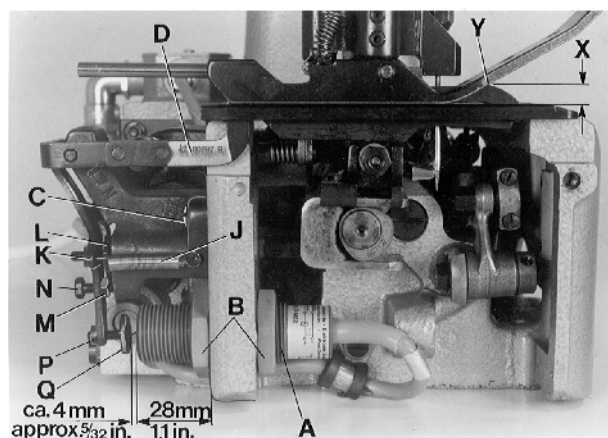
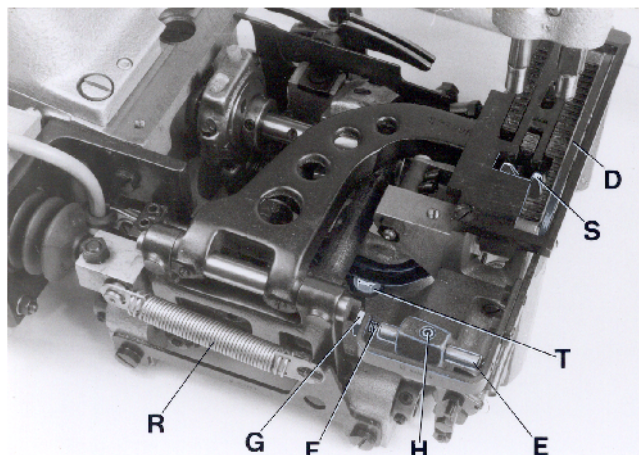

Fig. 14
Fig. 15
Remove cloth plate and left end cover. Mount the electronic proximity switch (A, Fig. 14) to the dimension of 28 mm (1.1"), as shown in Fig. 14.
The feeler (D, Figs. 14 and 15) is adjusted initially with the two fastening screws (C, Fig. 14) for the feeler support bracket.
The feeler (D, Figs. 14 and 15) should not have any lateral play but should turn readily. For this, adjust the centering shaft (E, Fig. 15) with centering screw (F) and lock nut (G) accordingly.
Loosen screw (H, Fig. 15) and center the feeler (D) in the throat plate and presser foot slot, by moving the centering shaft (E) laterally. The feeler must turn readily. Retighten screw (H).
Hang in tension spring (J, Fig. 14).
The feeler should be set as high as possible. The dimension (X, Fig. 14) between upper throat plate surface and upper edge of feeler at the bag entrance zone, should not be less than 7 mm (.275") on styles 80800R, RL, S and SL, and not less than 7.5 mm (.295") on styles 80800TL, TAL, U, UA, UL and UAL.
For adjustment loosen nut (K, Fig. 14) and turn-off screw (L), so that the head of screw does not contact the magnet in the feeler support bracket. Loosen nut (M) and turn the feeler stop screw (N) in or out, as required, to adjust the correct feeler height.
NOTE: When the presser foot rests on the throat plate (feed dog below throat plate), the distance between upper edge of feeler and lower edge of the feeler slot cut-out in the presser foot (see Y, Fig. 14) should be approx. 1 mm (.040") on styles 80800R, RL, S and SL, and approx. 2 mm (.080") on styles 80800TL, TAL, U, UA, UL and UAL.
Secure the set feeler height with lock nut (M, Fig. 14).
Entfernen Sie die Stoffplatte und das linke Abschlußblech. Montieren Sie den elektronischen Annäherungsschalter (A, Fig. 14), wie in Fig. 14 gezeigt, auf das Maß 28 mm.
Mit den beiden Befestigungsschrauben (C, Fig. 14) für den Taster-Lagerbock wird der Taster (D, Fig. 15 und 15) vorläufig ausgerichtet.
Der Taster (D, Fig. 15 und 15) darf kein seitliches Spiel haben, muß sich aber ganz leicht drehen. Stellen Sie dazu die Zentrierachse (E, Fig. 15) mit dem Zentrierstift (F) und die Kontermutter (G) entsprechend ein.
Lösen Sie die Schraube (H, Fig. 15) und vermitteln Sie den Taster (D) durch seitliches Verschieben der Zentrierachse (E) im Stichplatten- und Drückerfußschlitz. Der Taster muß sich frei bewegen können. Ziehen Sie die Schraube (H) wieder an.
Hängen Sie die Zugfeder (J, Fig. 14) ein.
Der Taster soll so hoch wie möglich eingestellt sein. Das Maß (X, Fig. 14) zwischen Stichplattenoberfläche und Tasteroberkante in der Sackeinlaufzone darf bei den Maschinen 80800R, RL, S und SL nicht kleiner als 7 mm und bei den Maschinen 80800TL, TAL, U, UA, UL und UAL nicht kleiner als 7,5 mm sein.
Zur Einstellung lösen Sie die Mutter (K, Fig. 14) und drehen die Schraube (L) soweit zurück, daß der Schraubenkopf den Magneten im Taster-Lagerbock nicht berühren kann. Lösen Sie die Mutter (M) und drehen Sie die Taster-Anschlagschraube (N) entsprechend ein oder aus bis die richtige Tasterhöhe erreicht ist.
BEACHTEN SIE: Wenn der Drückerfuß auf der Stichplatte aufliegt (Transporteur unter der Stichplatte), soll zwischen Oberkante Taster und Unterkante Tasteraussparung im Drückerfuß (siehe Y, Fig. 14) bei den Maschinen 80800R, RL, S und SL ein Abstand von etwa 1 mm und bei den Maschinen 80800 TL, TAL, U, UA und UAL ein Abstand von etwa 2 mm sein. Sichern Sie die eingestellte Tasterhöhe durch Kontern der Mutter (M, Fig. 14).
The switching pressure on the feeler is set with screw (K, Fig. 14).
NOTE: The closer the head of screw (K, Fig. 14) to the magnet the higher the switching pressure on the feeler. Secure the position of screw (K) with lock nut (L).
The electrical switching point of the proximity switch (A, Fig. 14) is determined by screw (Q, Fig. 14). The distance between screw head and the face of the proximity switch is approx. 4 mm (5/32") (see Fig. 14), when the feeler is in home position. This distance of 4 mm (5/32") is not exactly the same for all switches. Connect the machine electrically. With feeler in home position set the proper switching point as follows:
Loosen nut (P, Fig. 14). Turn screw (Q) away from switch, until the switch switches on. Then turn screw (Q) slowly towards the switch, until the switch switches off. Now turn screw (Q) a further 1/2 turn towards the switch. Secure this position of screw (Q) with lock nut (P).
When the solenoid on styles 80800R and S or the air cylinder on styles 80800RL and SL for the chain cutter (S, Fig. 15) is not activated and the chain cutter is in its home position below the throat plate, the knife tips of the chain cutter (S) should be positioned 0.5 mm (.020") below the throat plate top surface.
To obtain this setting, adjust the knife lever stop screw with lock nut (T, Fig. 15) in the bottom of the bed casting accordingly. The slotted thread end of screw (T) is accessible from the bottom of the bed casting for adjustment.
In cutting position, above the throat plate, the cutting edges of the chain cutter (S, Fig. 15) should overlap by 0.3 mm (.012") to assure a proper thread chain cutting.
On styles 80800R and S with solenoid operated chain cutter the core of solenoid (C, Fig. 16) must rest firmly on the solenoid (D) while adjusting the overlapping of the knife cutting edges of the chain cutter. Unhook pull-back spring (R, Fig. 15) and press the solenoid rod against the solenoid until the core of solenoid (C, Fig. 16) butts on the solenoid (D). Loosen nut (A, Fig. 16) and move clamp (B) on the solenoid rod to the left or right, until the cutting edges overlap approx. 0.3 mm (.012"). Retighten nut (A) and replace pull-back spring (R, Fig. 15).
Der Schalldruck am Taster wird mit der Schraube (K, Fig. 14) eingestellt.
BEACHTEN SIE: Je näher der Schraubenkopf der Schraube (K, Fig. 14) am Magneten ist, umso höher ist der Schalldruck am Taster, Sichern Sie die Stellung der Schraube (K) durch Kontern der Mutter (L).
Mit der Schraube (Q, Fig. 14) wird der elektrische Schaltpunkt des Annäherungsschalters (A, Fig. 14) bestimmt. Der Abstand zwischen Schraubenkopf und Stirnfläche des Annäherungsschalters beträgt in Ruhestellung des Tasters etwa 4 mm (siehe Fig. 14). Dieser Abstand von 4 mm ist nicht bei allen Schaltern genau gleich. Schließen Sie die Maschine elektrisch an. Der genaue Schaltpunkt wird in Ruhestellung des Tasters wie folgt eingestellt: Lösen Sie die Mutter (P, Fig. 14). Drehen Sie die Schraube (Q) vom Schalter weg bis der Schalter einschaltet. Dann drehen Sie die Schraube (Q) langsam zum Schalter hin, bis der Schalter ausschaltet. Drehen Sie dann die Schraube (Q) noch 1/2 Umdrehung weiter zum Schalter hin. Sichern Sie die Stellung der Schraube (Q) durch Kontern der Mutter (P).
Wenn der Elektromagnet bei den Maschinen 80800R und S, oder der Luftzylinder bei den Maschinen 80800RL und SL für die Kettenschere (S, Fig. 15) nicht aktiviert ist und die Kettenschere in ihre Ausgangslage unter der Stichplatte ist, sollen die obersten Messerkanten der Kettenschere (S) etwa 0,5 mm unter der Stichplattenoberfläche stehen.
Stellen Sie dazu die Messerhebel-Anschlagschraube mit Kontermutter (T, Fig. 15) unten im Gehäuseguß entsprechend ein. Das geschlitzte Gewindeende der Schraube (T) ist zur Einstellung von der Unterseite des Gehäuse aus zugänglich.